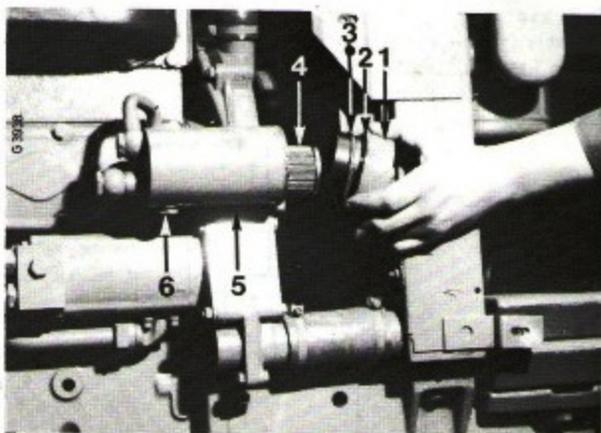

Fig. 83
Le fluide hydraulique mis en circulation par la pompe passe par le filtre à huile lorsque le moteur tourne. Les impuretés et les corps étrangers sont déposés dans l'élément. Lorsque la contamination de l'huile atteint un point tel que le passage de l'huile s'en trouve gêné, le clapet de dérivation (6) Fig. 83 s'ouvre et permet à l'huile non filtrée de contourner l'élément, ce qui évite la rupture de ce dernier. Il est important de remplacer l'élément de filtre à intervalles réguliers. Procédez de la façon suivante:
Lorsque vous vidangez l'huile, vérifiez le filtre de reniflard (2) Fig. 83 a, pour constater l'accumulation d'impuretés. Si le filtre est sale, retirez l'élément (2) à l'aide d'un crochet métallique et nettoyez-le dans du combustible Diesel ou du pétrole. Séchez-le à l'aide d'un jet d'air comprimé.